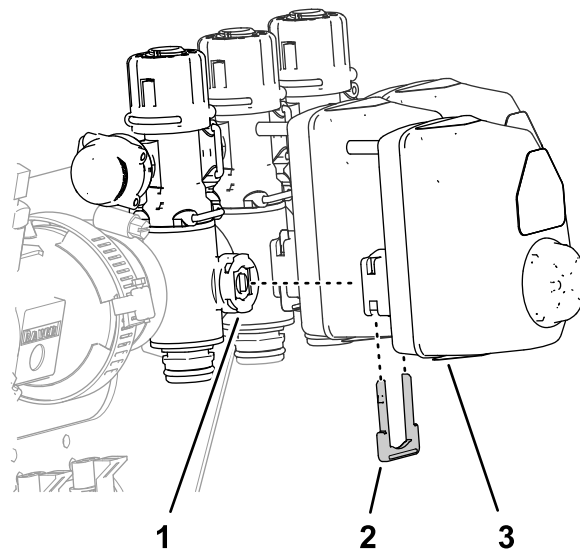

图62
1. 取下将3个阀门致动器固定到左、中、右喷洒段阀上的3个卡环图62。
10. 使用在步骤 1 中卸下的卡环将 3 个阀门致动器组装到左、中及右喷洒段阀 图62上。